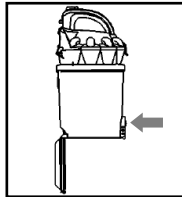

Fig. 5
- Para vaciar el depósito presione el clip de apertura (■) de la tapa del depósito (Fig. 5) y esta se abrirá. Tenga la precaución de situar el depósito encima del cubo de basura o una bolsa antes de abrir la tapa.